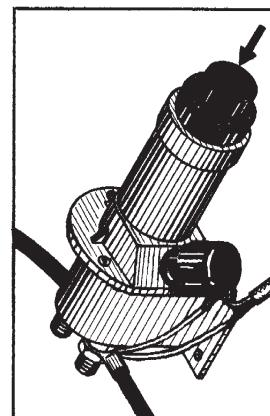

Рис. 21. Выключатель аккумуляторных батарей
**Выключатель аккумуляторных батарей** (рис. 21) расположен на кронштейне аккумуляторного контейнера. При отказе дистанционной системы управления выключатель можно выключить или включить нажатием на кнопку под резиновым чехлом.